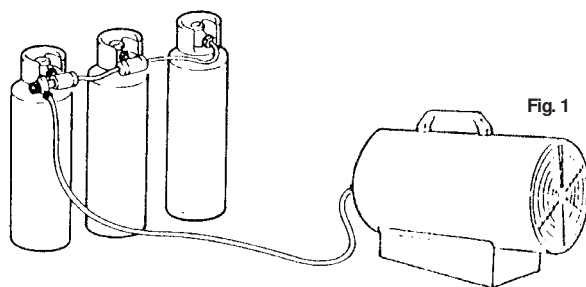

Fig. 1
- Hvis generatoren kører gennem lang tid på maksimal effekt, kan der dannes is på flaskernes yderside på grund af høj gasfordampning. Dette vil samtidigt reducere ydelsen. Selv om der ikke opstår frost, kan anvendelse af en lille flaske medføre et tryktab, der hindrer apparatets korrekte drift. Hvis apparatet skal anvendes kontinuerligt på maksimal effekt, anbefales parallel-installation af flaskerne (Fig. 1).